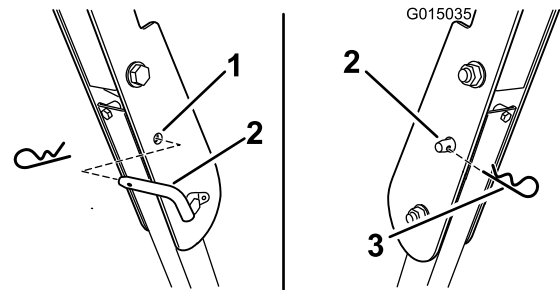

Bild 3
3. Setzen Sie die Arretierbolzen ein. Befestigen Sie die Bolzen, indem Sie den Splint einsetzen (Bild 3).
4. Entfernen Sie den Splint und den Arretierbolzen, um den Überrollbügel abzusenken (Bild 3).